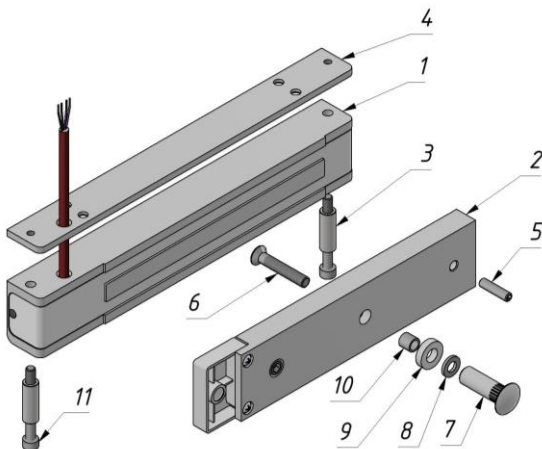

Рисунок 1 – Комплект поставки замка ALM-300Р
3.1 Комплект поставки (рисунок 1):